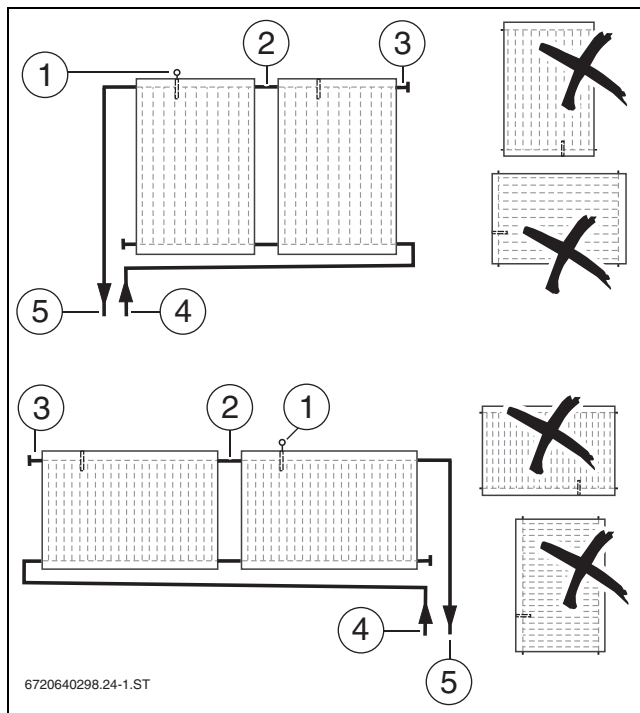

Рис. 21 Расположение вертикальных (вверху) и горизонтальных (внизу) коллекторов
- Подключайте поле коллекторов с двух сторон (→ рис. 21).
- При монтаже коллекторов учтите, что погружная гильза для датчика коллектора должна находиться сверху (→ рис. 21 [1]).
- При прокладке провода датчика коллектора учтите, что датчик (→ рис. 21 [1]) устанавливается на коллектор, к которому подключается подающая линия [5].